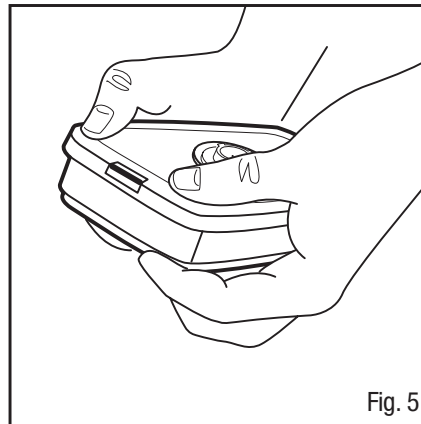

Fig. 5
2. Enganche el broche posterior de presión al apretar juntos el lado posterior del cartucho y adaptador con la misma posición de las manos. Se debe escuchar un clic conforme el broche de presión se engancha (Fig. 5).